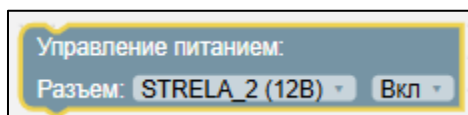
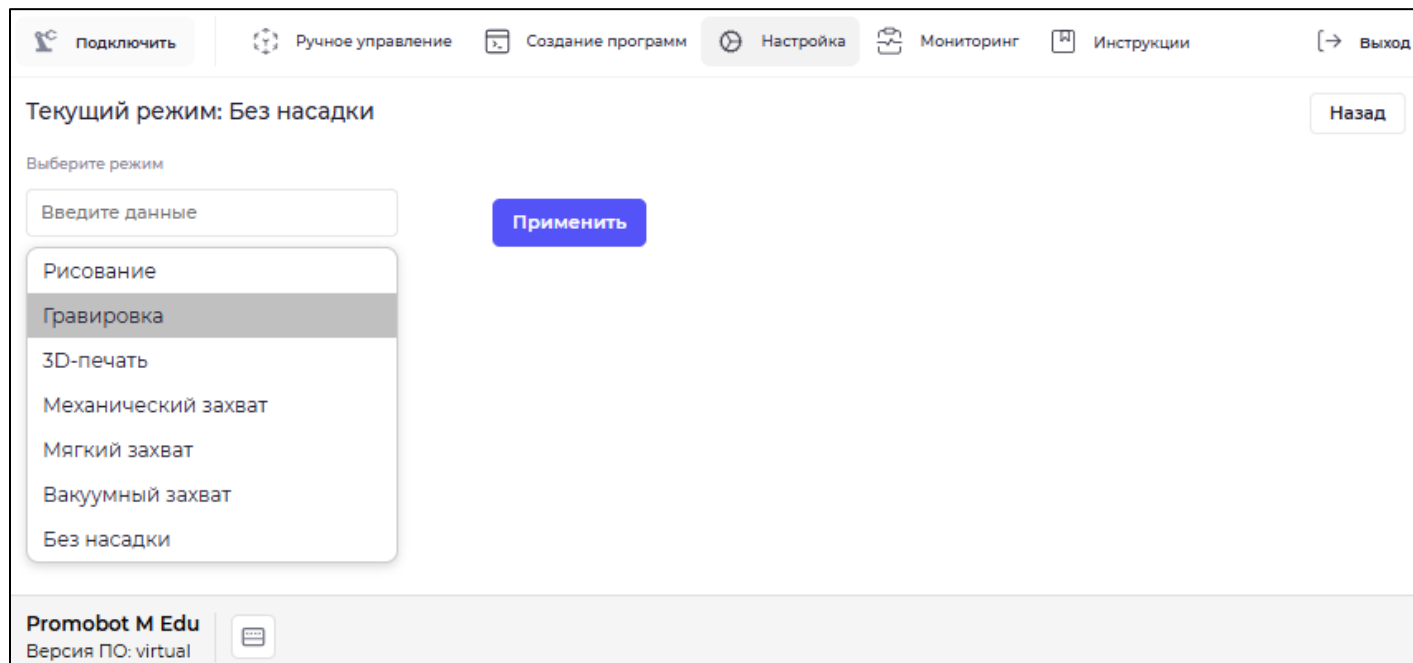

Рисунок 70 – Блок «Управление питанием»
Рисунок 77 – Раздел «Инструмент»
2. Блок «Управление питанием» (см. Рисунок 70) – отвечает за подачу или отключение электропитания на внешние разъемы M Edu. Используется для энергосбережения или перезагрузки подключенных устройств. Управляет подачей напряжения питания на указанный разъем. Блок доступен только в режиме «Без насадки» (см. Рисунок 77).
3. Блоки настройки и запуска ШИМ – широтно-импульсная модуляция (ШИМ) используется для управления сервоприводами, регуляторами оборотов двигателей, яркостью светодиодов. Работа с ШИМ в Blockly разделена на два этапа: конфигурацию и запуск. Блоки доступны только в режиме «Без насадки» (см. Рисунок 77).
Раздел «Инструмент» (см. Рисунок 77) предназначен для настройки режима работы с инструментом (насадкой). Для настройки в поле «Выберите режим» установите значение в соответствии с установленной насадкой и нажмите кнопку «Применить».
Для управления в режиме «Рисование» нажмите кнопку «Настройка» на главной панели вкладок, в поле «Выберите режим» установите значение «Рисование» (см. Рисунок 77) и нажмите кнопку «Применить».
Для управления в режиме «Гравировка» нажмите кнопку «Настройка» на главной панели вкладок, в поле «Выберите режим» установите значение «Гравировка» (см. Рисунок 77) и нажмите кнопку «Применить».
Для управления в режиме «3D-печать» нажмите кнопку «Настройка» на главной панели вкладок, в поле «Выберите режим» установите значение «3D-печати» (см. Рисунок 77) и нажмите кнопку «Применить».